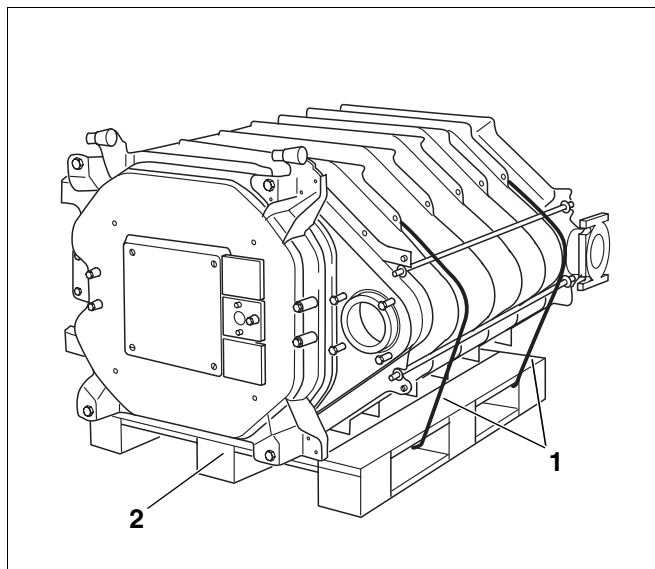

Fig. 20 Kedelblok på palle
- Skær sikringsbåndene over (Fig. 20, **pos. 1**).
- Fjern pallen før opstillingen (Fig. 20, **pos. 2**).